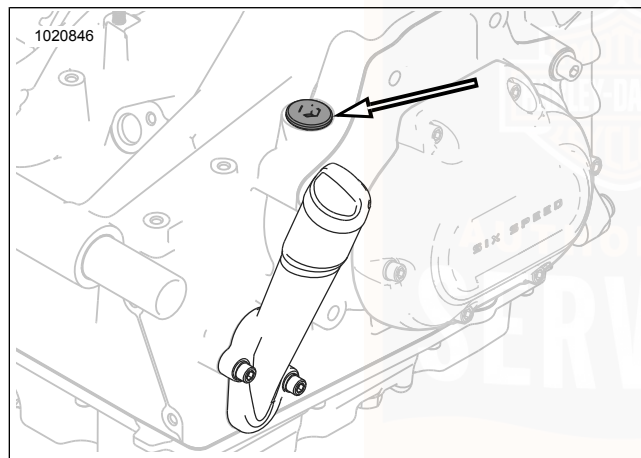

Abbildung 56. Lage des Getriebeeinfüllverschlussstopfens/Ölmessstabs
3. Siehe Abbildung 56. Den Getriebeeinfüllverschlussstopfen/Ölmessstab entfernen. Den Ölmessstab sauber wischen.
1. Siehe Abbildung 56. Den Getriebeeinfüllverschlussstopfen/Ölmessstab entfernen.